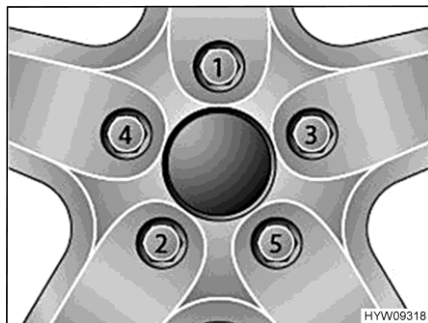

Fig. 82 Apretar las tuercas o los tornillos de las ruedas en forma de cruz
- Apretar las tuercas de rueda o los tornillos de rueda en el orden indicado en Fig. 82. Para ello, usar una llave dinamométrica y cumplir con el par de apriete especificado (véase apartado 14.5).
- Comprobar periódicamente que las tuercas o tornillos de las ruedas estén firmemente apretados. Volver a apretar las tuercas de rueda o los tornillos de rueda de una rueda cambiada después de 50 km. En esto, proceder en el orden indicado en Fig. 82.
- Al utilizar llantas nuevas o recién pintadas, reajustar además las tuercas o tornillos después de 1 000 a 5 000 km aprox. En esto, proceder en el orden indicado en Fig. 82.